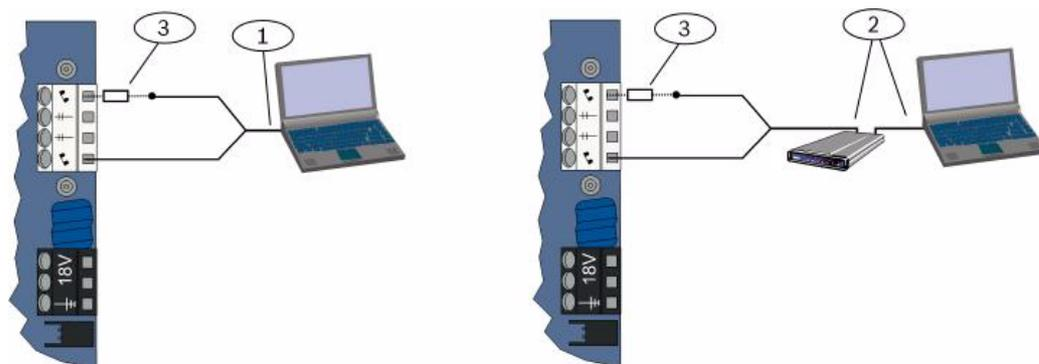

Figura 4.1 Conexiones de módem
Consulte *Figura 4.1, Página 42*.
3. Si el primer intento de comunicación falla, conecte una resistencia de 270 a 330 Ω y ¼ W en serie con el lado de la punta del alojamiento. Consulte *Figura 4.1, Página 42*.